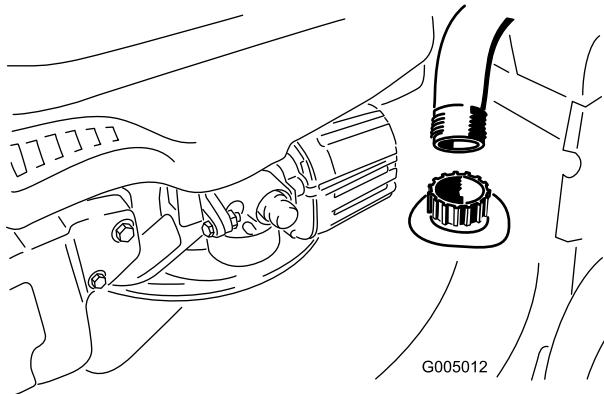

Figure 39
3. Branchez un tuyau d'arrosage relié à l'alimentation en eau au raccord de lavage du carter du plateau de coupe (Figure 39).